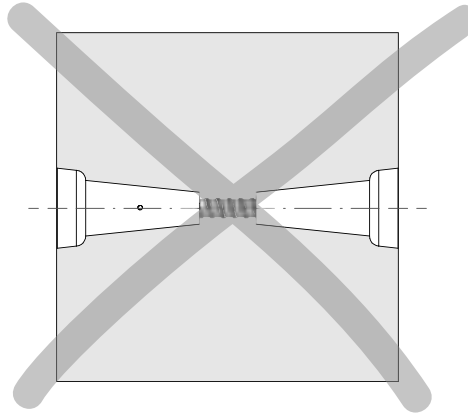

Fig. B1.01
- Toda consola CB debe disponer de un anclaje propio y solo debe poder soltarse o retirarse el anclaje del lado de aplicación de la carga. No está permitido montar dos conos enfrentados. (Fig. B1.01)